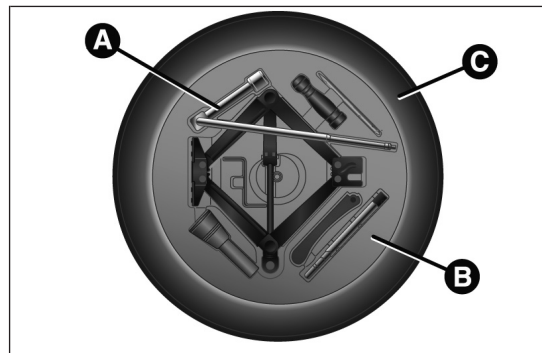

fig. 156
- à l'aide de la clé A fig. 156 située dans la boîte à outils, dévisser le dispositif de blocage, prendre la boîte à outils B et la déposer à côté de la roue à remplacer. Prendre ensuite la roue compacte de secours C ;